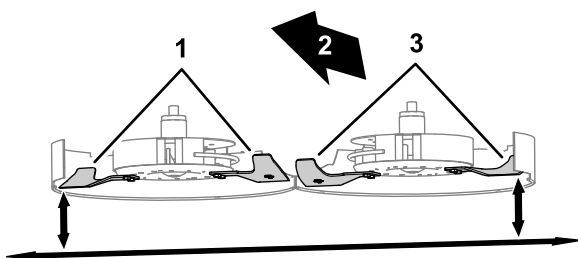

Bild 122
3. Stellen Sie ein seitliches Messer auf die äußerste Stellung (Bild 122).
4. Messen Sie den Abstand zwischen dem Boden und dem äußersten Punkt der Schnittkante des Messers mit einem Messklötz (Bild 122).
5. Fluchten Sie das Seitenmesser an der anderen Seite des Mähwerks mit der äußersten Stellung aus (Bild 122).
6. Messen Sie den Abstand zwischen dem Boden und dem äußersten Punkt der Schnittkante des Messers mit einem Messklötz (Bild 122).
8. Messen Sie den äußersten Punkt der Schnittmesseranten (Bild 122).